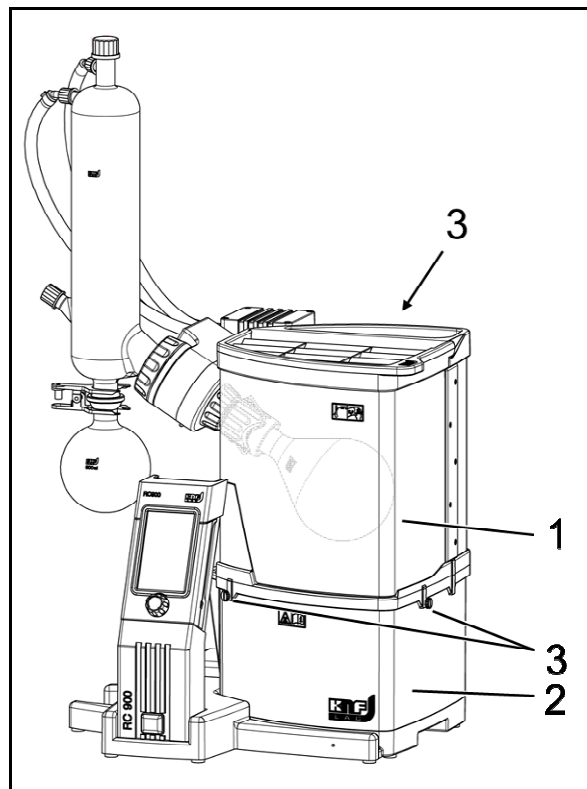

Abb. 7: Schutzhaube geschlossen
1. Schutzhaube (Abb. 7/1) auf das Heizbad (2) aufsetzen.
2. Schutzhaube (1) am Heizbad befestigen: